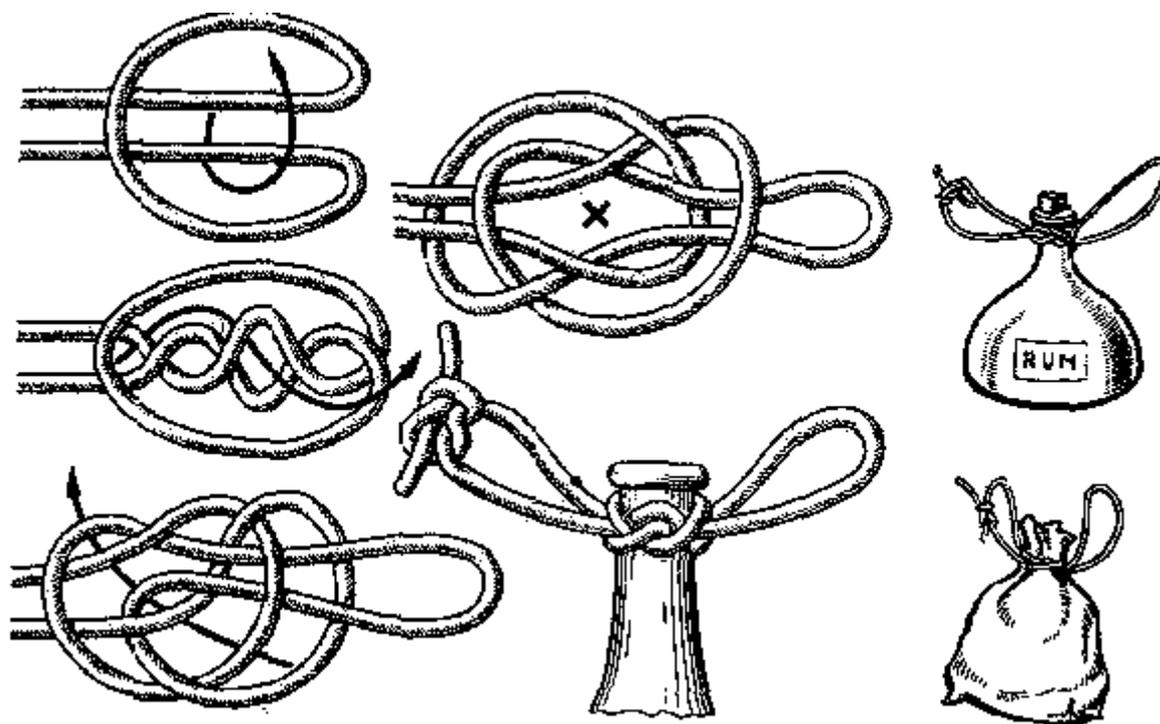

Рис. 111. Амфорный узел
**Амфорный узел** (рис.111). Для жителей древнего Средиземноморья амфора являлась универсальным сосудом. В амфорах хранили и перевозили оливковое масло, маслины, вино, зерно, муку и пр. Дно у этого сосуда, как известно, заостренное, поэтому поставить его на землю было нельзя: